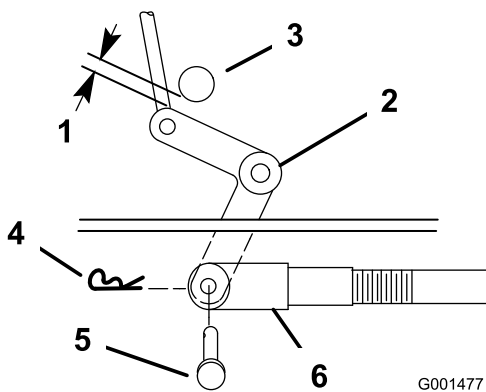
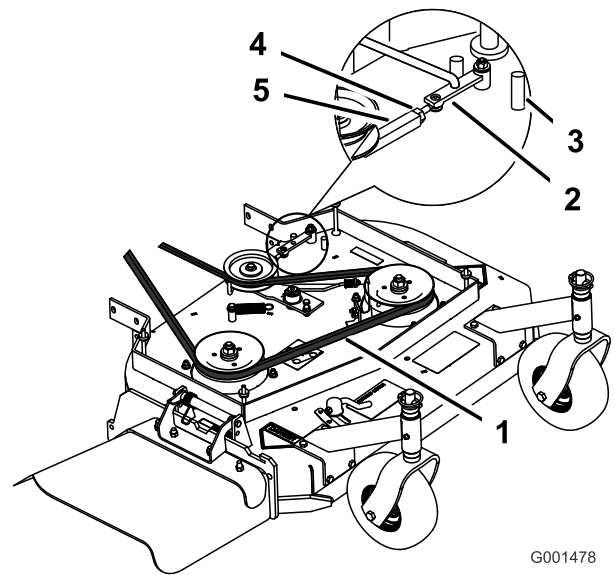
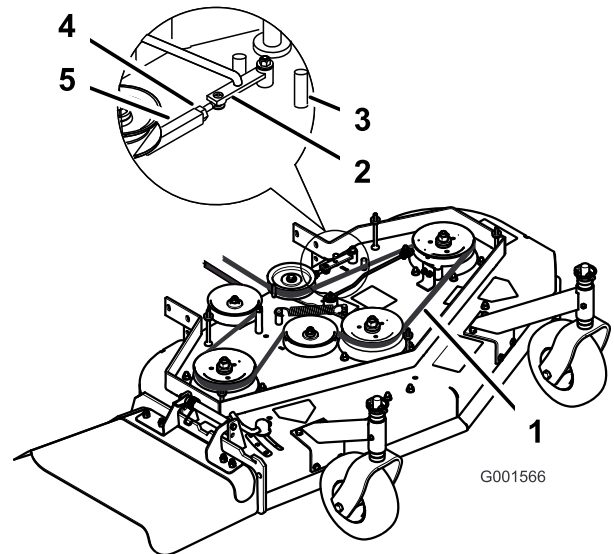

Figura 49
Figura 50
Figura 51
- Compruebe la distancia entre la palanca acodada y el eje de salida de la transmisión (Figura 49).
11. Gire la horquilla en el sentido de las agujas del reloj para aumentar la distancia; gírela en el sentido contrario para reducirla (Figura 49).
Nota: Si el brazo no entra en contacto con el tope delantero de la plataforma de corte (Figura 50 o Figura 51), ajuste la horquilla para acercar la palanca acodada al eje de salida de la transmisión (Figura 49).